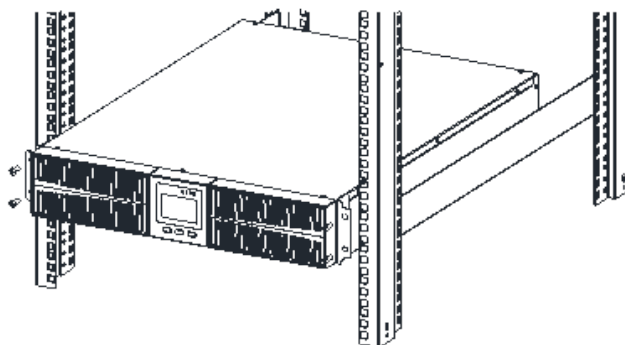

FIGURA. 2.15. MONTAJE DE UPS EN RACK
2. Coloque el UPS sobre el riel guía en el rack y empújelo completamente dentro del bastidor a lo largo del riel guía (está prohibido mover el UPS a través de los soportes). Fije el UPS en el rack con los tornillos a través del orificio de instalación del soporte, como se muestra en la Figura 2.15.